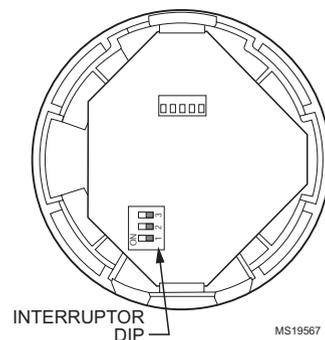

Figura. 4. Interruptor DIP.
- ❑ Para ajustar la razón del ciclo de calor o la indicación de grados Fahrenheit/Celsius, encuentre el interruptor DIP 1, 2 y 3 en la parte trasera del termostato. Vea la Figura 4.